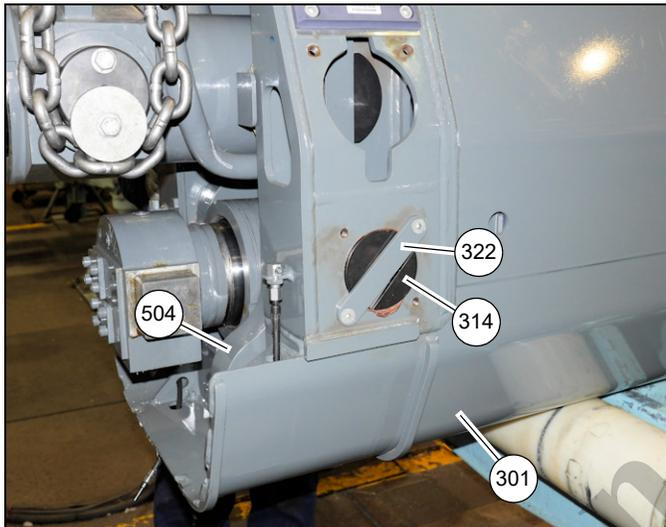

FIGURA 4-23
32. Remova os dois parafusos (346) e a placa (322) dos lados esquerdo e direito do telescópio 2 (301) e remova os pinos (314) (consulte a Figura 4-23).